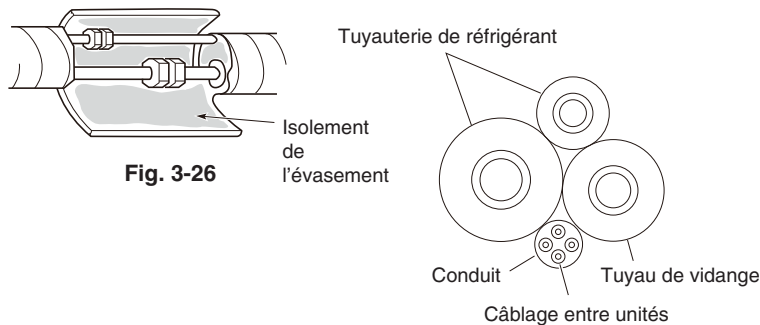

Fig. 3-27
- (5) Assembler la tuyauterie de réfrigérant, le tuyau de vidange et le conduit (y compris le câblage entre unités) tel qu'indiqué à la Fig. 3-27.